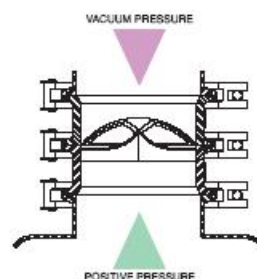

FIGURE 2 – Principe de fonctionnement d'un disque de rupture.
**Disque de rupture** Un disque de rupture est aussi un dispositif permettant de diminuer la pression en cas d'excès. Il est constitué d'une membrane conçue pour céder au-delà d'une certaine pression (voir figure 2). Un disque de rupture est donc à usage unique (donc permet juste d'évacuer la pression, pas de la réguler) et n'est pas réglable (contrairement aux PSV) mais n'est pas très cher et ne peut pas s'encrasser.